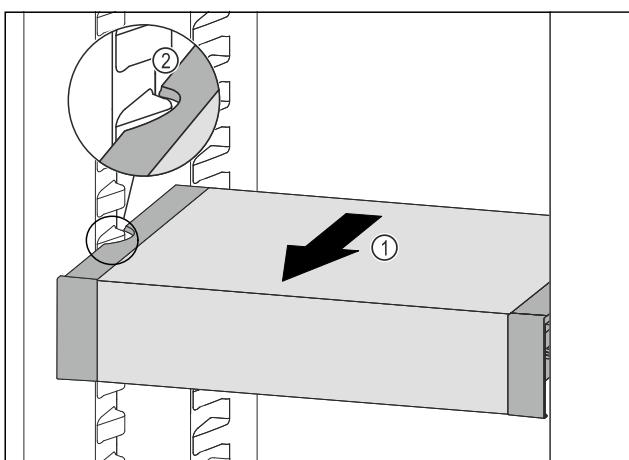

Fig. 116
► VarioSafe ťahajte dopredu Fig. 116 (1), kým sa bočné vybrania VarioSafe nebudú nachádzať vo výške rebra nádoby v chladničke. Fig. 116 (2)